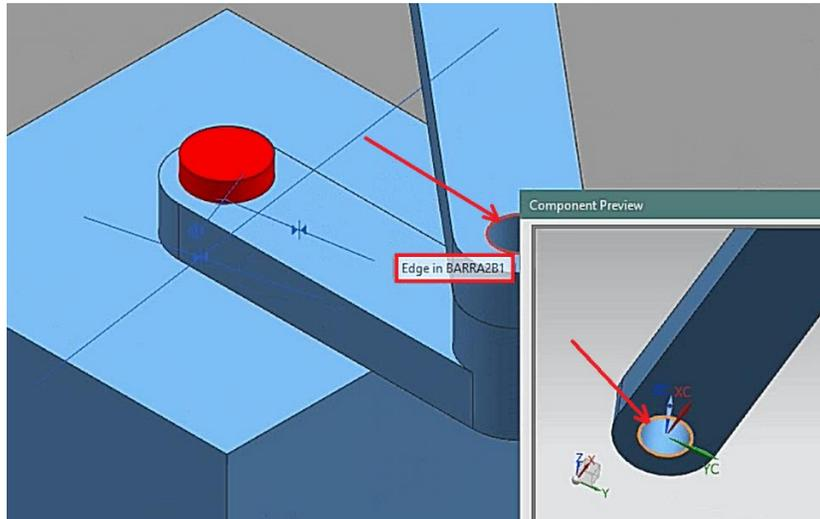

Figura 1.44 Circunferencia superior de **barra2b1.prt** circunferencia inferior de **barra2b2.prt**.
- Elegir el tipo de restricción **Concentric**. Seleccionando la circunferencia inferior de **barra2b2.prt** y la circunferencia superior del **barra2b1.prt** (Figura 1.44).